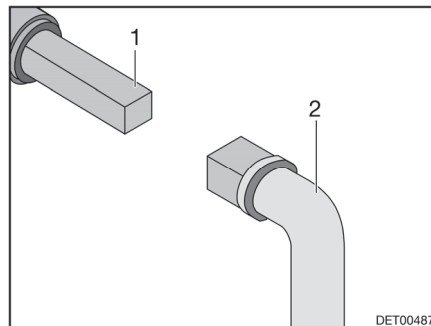

Bild 147 Bedienung Abwasserhahn
- Schlüssel (Bild 147,2) auf Vierkant (Bild 147,1) stecken.